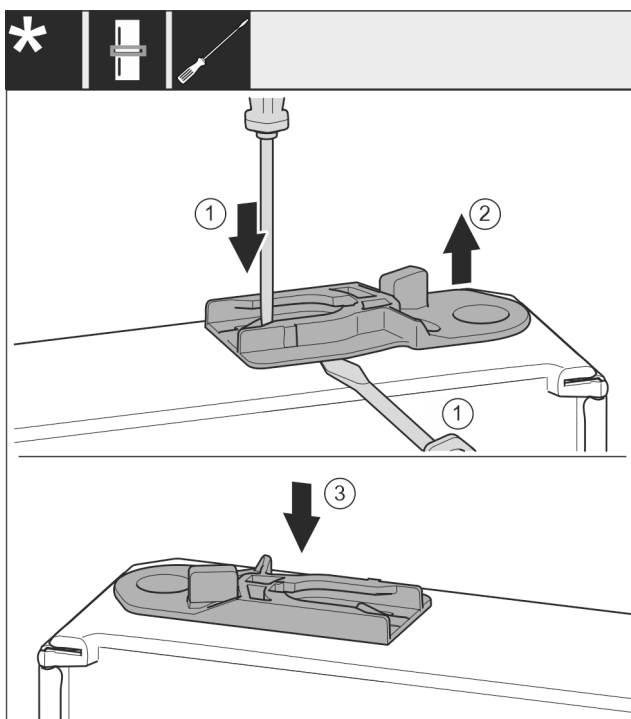

Fig. 34
- Vytáhněte vodící pouzdro: Stiskněte jazyček Fig. 34 (1) šroubovákem a současně plochým šroubovákem zajedte pod vodící pouzdro Fig. 34 (2).
- Vodící pouzdro Fig. 34 (3) přiložené v příslušenství zasuněte na druhé straně pláště.